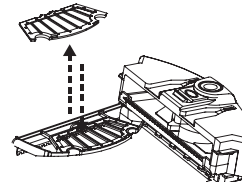

Рис. 7
5. Для замены фильтра нажмите на полукруглую полку одной рукой, извлеките старый фильтр и вставьте новый (см. рис. 7).